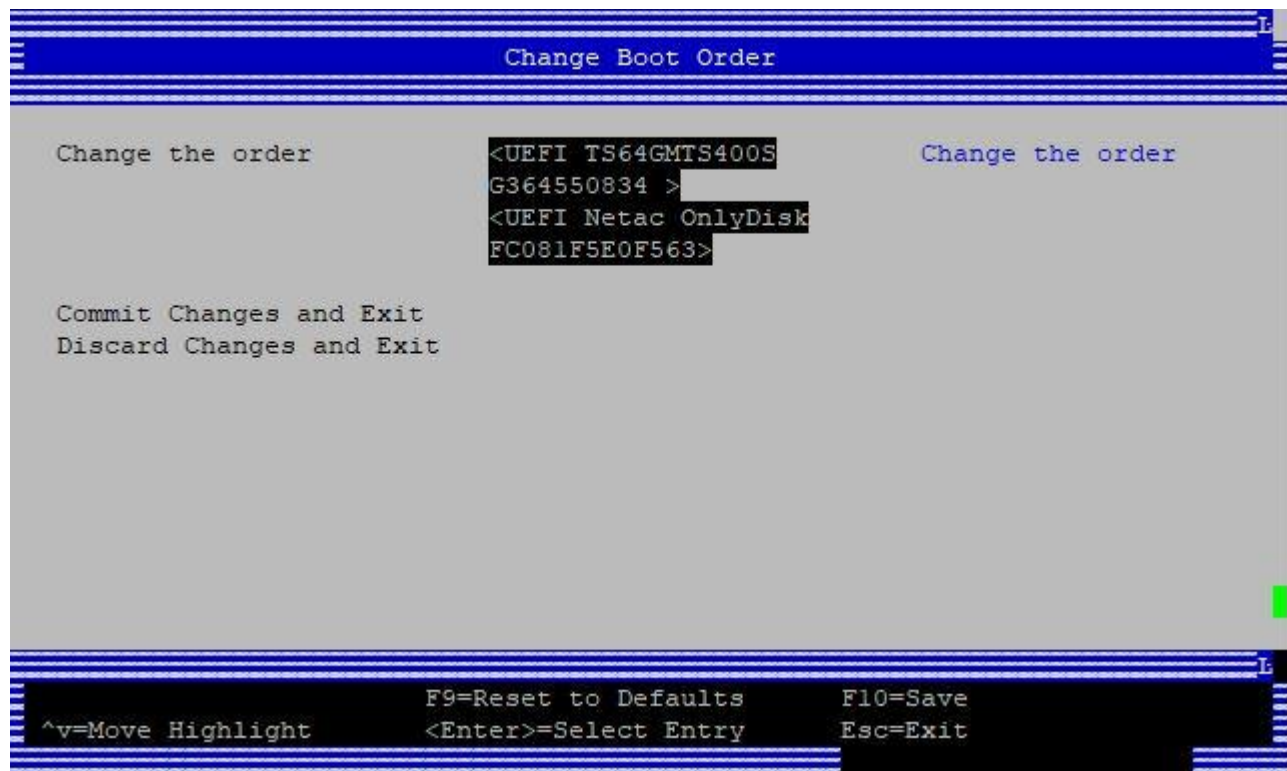

Рисунок 16 – Меню «Change Boot Order»
2.3.2.9 Сменить очередность источников (накопителей) для загрузки можно, нажав на «Change the order» в меню «Change Boot Order» (рисунок 16).